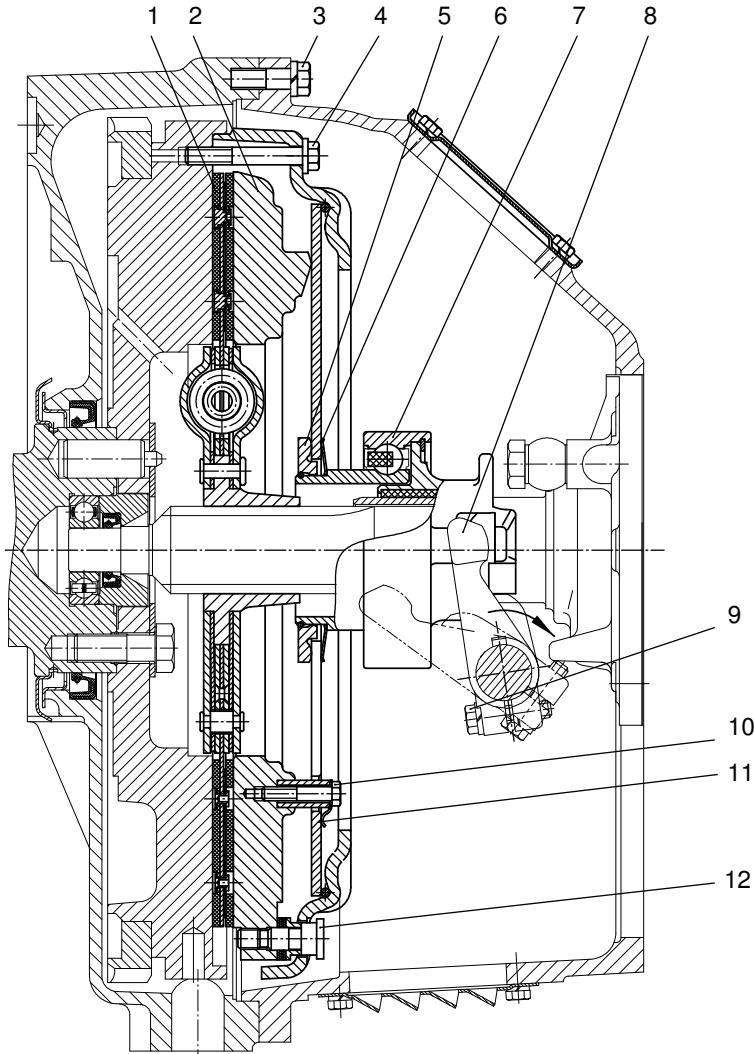
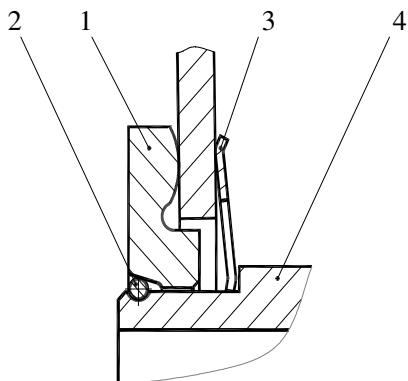

Рис. 22. Сцепление:
Рис. 24. Установка муфты выключения сцепления:
Диафрагменное сцепление (рис. 22) состоит из ведущих и ведомых частей, а также механизма выключения.
Механизм выключения сцепления состоит из муфты с подшипником 7 (см. рис. 22) и вилки 8 с валом, на шлицевой конец которого устанавливается рычаг. Муфта выключения сцепления соединяется с диафрагменной пружиной с помощью запорного устройства (рис. 24). При работе муфта центрируется по направляющей крышки заднего подшипника первичного вала коробки передач и удерживается от поворота боковыми поверхностями вилки.
Выключение сцепления осуществляется поворотом вала по часовой стрелке (см. рис. 22).
1. Установить муфту на нажимной комплект (корзину) в соответствии с рис. 24.